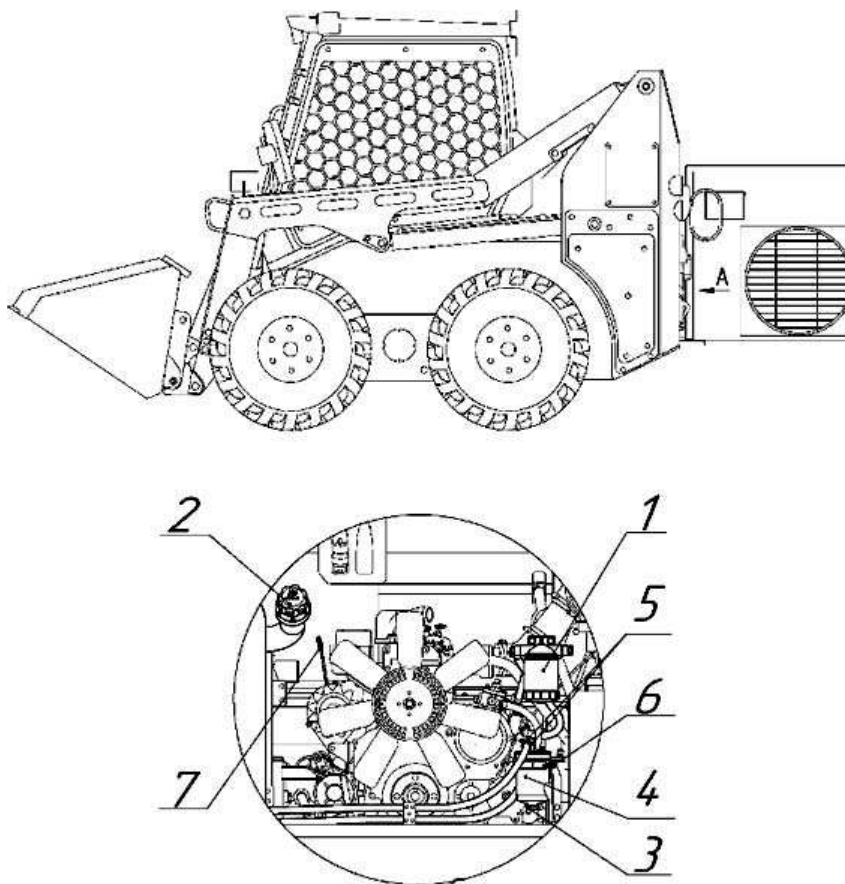

Рисунок 8.6 Топливная система
После слива масла установить сливную пробку 1 на место. Установить новый масляный фильтр двигателя, заправить масло и проверить уровень масла, ориентируясь по отметке «МАХ» на мерном щупе (позиция 7 на рис. 8.6). При заправке и контроле масла двигатель должен быть установлен горизонтально.
- отвинтить пробку заправочной горловины топливного бака 2 (Рис. 8.6), установить под бак емкость;
- подставить емкость и откручивать пробку 3 (Рис. 8.6) в нижней части корпуса фильтра 4 до начала вытекания конденсата и топлива;
- ослабить хомуты топливных рукавов 5 (Рис. 8.6);
- съемником отверните фильтр 1 (Рис. 8.6) против часовой стрелки;
- отверните четыре болта крепления фланца фильтра грубой очистки 2 (Рис. 8.6);